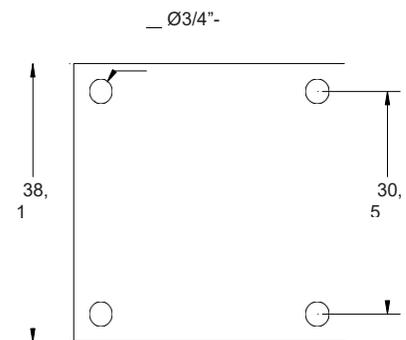

Abb. 3B. Muster für quadratische Grundplatte.
C) Bohren Sie Löcher in den Betonboden mit Hilfe der in der Grundplatte vorgebohrten Löcher von **Abb. 3B** oder **3C**, je nach Ihrer je nach Ihrer Grundplattenkonfiguration, als Richtlinie (mit der vom Ankerbolzenhersteller empfohlene Bohrergröße).
B) Bohren Sie Löcher in den Betonboden mit Hilfe der in der Grundplatte vorgebohrten Löcher von **Abb. 3B** oder **3C** (verwenden Sie die vom Ankerbolzenhersteller empfohlene Bohrergröße).